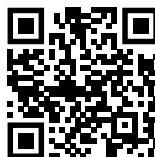

Fig. 115
- Otvorite **Liebherr SmartMonitoring Dashboard**. (pogledajte Fig. 115)